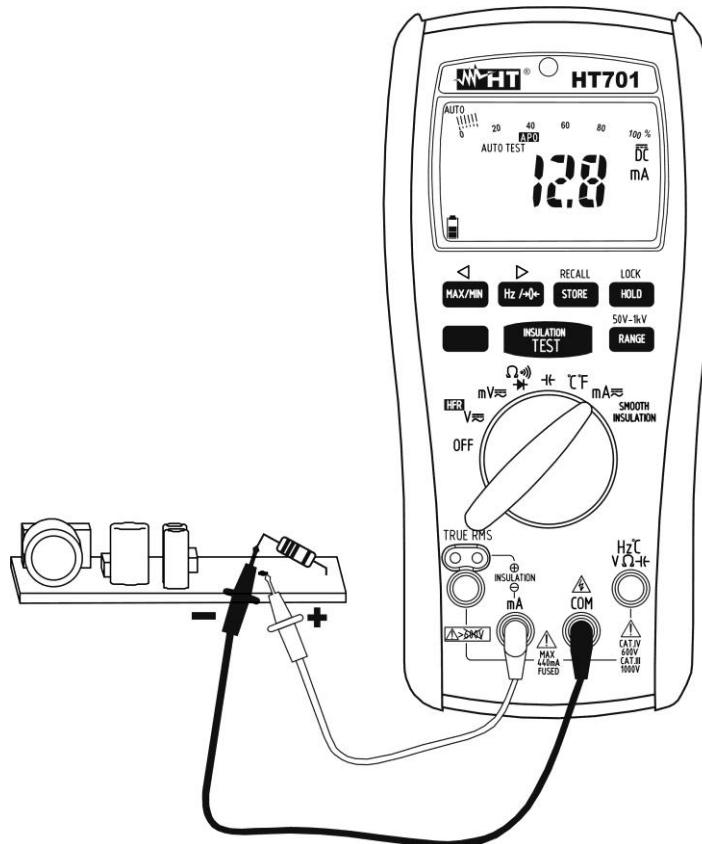

Abb. 4: Verwendung des Gerätes für Gleichstrommessung
6. Schalten Sie die rote und die schwarze Messleitung in Reihe mit dem Kreis, dessen Strom Sie messen möchten, und dabei achten Sie auf die Strompolarität und -richtung (siehe Abb. 4)
9. Das Symbol “-“ auf dem Display des Gerätes gibt an, dass der Strom die umgekehrte Richtung mit Bezug auf die Verbindung in Abb. 4